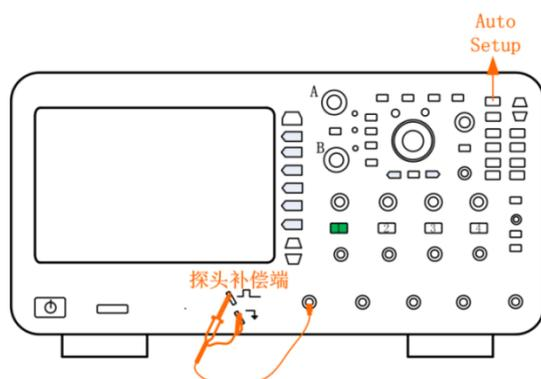

图 5.3 探头连接
(2) 恢复默认状态后，可接入信号，使用普通无源探头与面板上的“探头补偿端”进行连接，如下图 5.3 所示。
头 BNC 端对准示波器通道 CH1 BNC 插头，按下向右旋转即可，同时将探头的探钩接到示波器探头补偿端接口，鳄鱼夹接地)，具体如图 5.3 所示。
注：若探头接入的不是 CH1 而是 CH2、CH3 或 CH4，则按下面板上的【1】软键，软键变灰则关闭通道 1，按下【2】、【3】或【4】软键则打开相应通道则软键变亮，如图 5.3 所示。